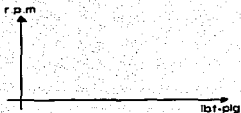

Figura 2
14. Construir una gráfica como se muestra en la figura 2.